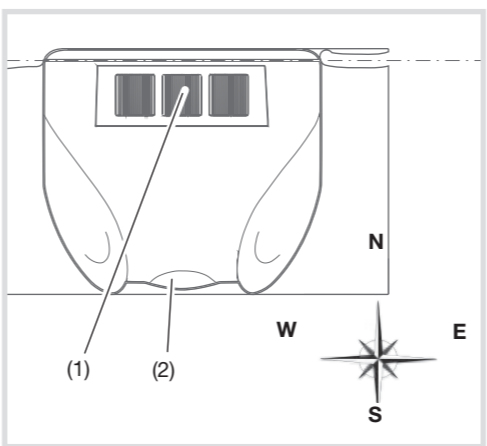

Bild 3: riktning mot söder och vågrätt
- Horisontell montering utanför byggnader (bild 3), i första hand på tak- och fasadområden
- Rikta enheten med hjälp av en kompass mot söder (bild 3).
- Rikta enheten i tvärriktning med vattenpass vågrätt (bild 3).